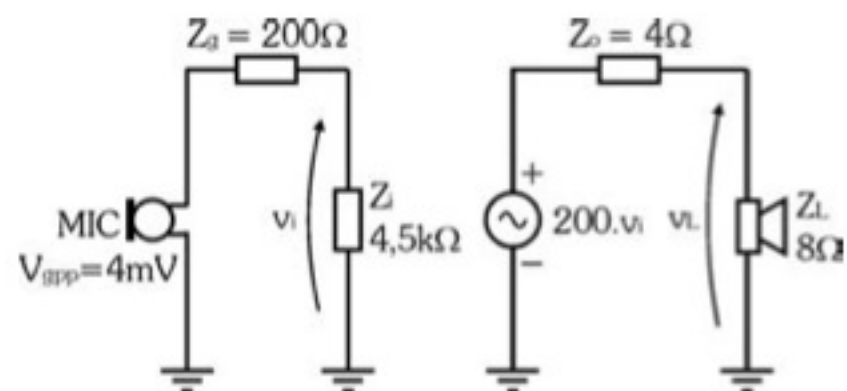

Figura 7.43 - Modelo de um amplificador.
7.1) Dado o modelo de um amplificador de áudio exibido na Figura 7.43, determine: